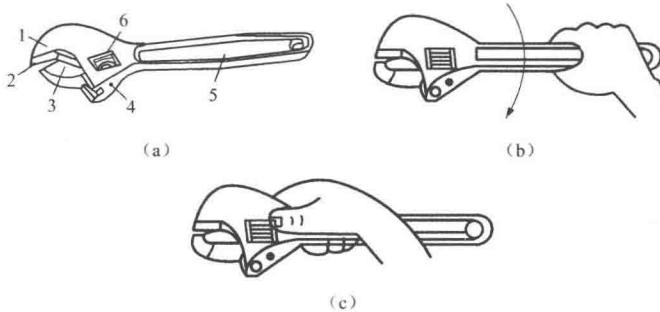

图 1-8 活络扳手
活络扳手又称活络扳手，是用来紧固和拆卸螺钉或螺母的一种专用工具。活络扳手由头部和柄部组成，头部由活络扳唇、呆扳唇、扳口、蜗轮和轴销等组成，如图 1-8 (a) 所
1) 扳动大螺母时，需用较大力矩，手应握在近尾柄处，如图 1-8 (b) 所示。
2) 扳动较小螺母时，需用力矩不大，但螺母过小易打滑，故手应握在近头部的地方，如图 1-8 (c) 所示，可随时调节蜗轮，收紧活络扳唇防止打滑。